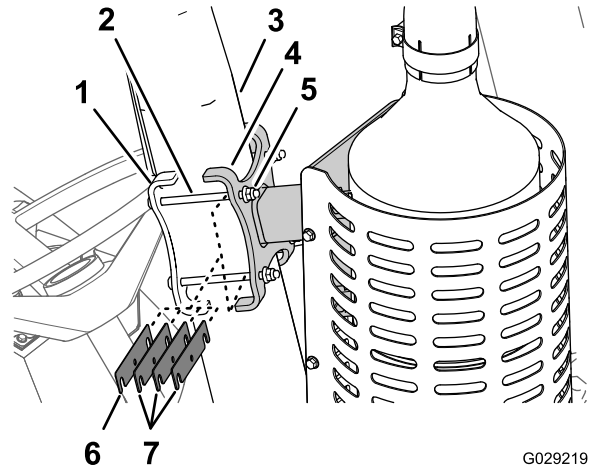

Figura 17
4. Alinhe o suporte do sistema de escapamento com o tubo dianteiro direito da EPCC (Figura 17).
5. Com os 4 parafusos flangeados (8 x 120 mm) e as 4 porcas autotravantes flangeadas (8 mm) removidos no passo 3 do procedimento de 3 Remoção do sistema de escapamento (página 3), fixe a placa de fixação traseira ao suporte do sistema de escapamento (Figura 17) com folga.
6. Verifique a folga entre o suporte do sistema de escapamento e o tubo da EPCC (Figura 17).
- A. Solte os parafusos e porcas autotravantes flangeados que fixam o suporte do sistema de escapamento ao tubo da EPCC (Figura 17).